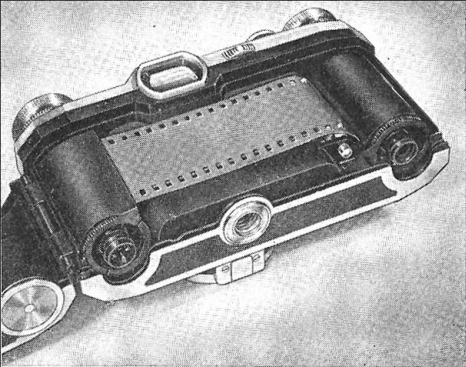

Abb. 15
6. Das Rückspulen des belichteten Filmes läßt sich vermeiden, wenn auf der Aufwickelseite eine leere Filmkapsel eingelegt wird. Der Filmanfang wird am Spulenkern der Leerkapsel befestigt und der Kern so in die Kapsel eingelegt, daß diese beim Einlegen in die Kamera mit ihrem Filmmaul nach oben zeigt (Abb. 15).